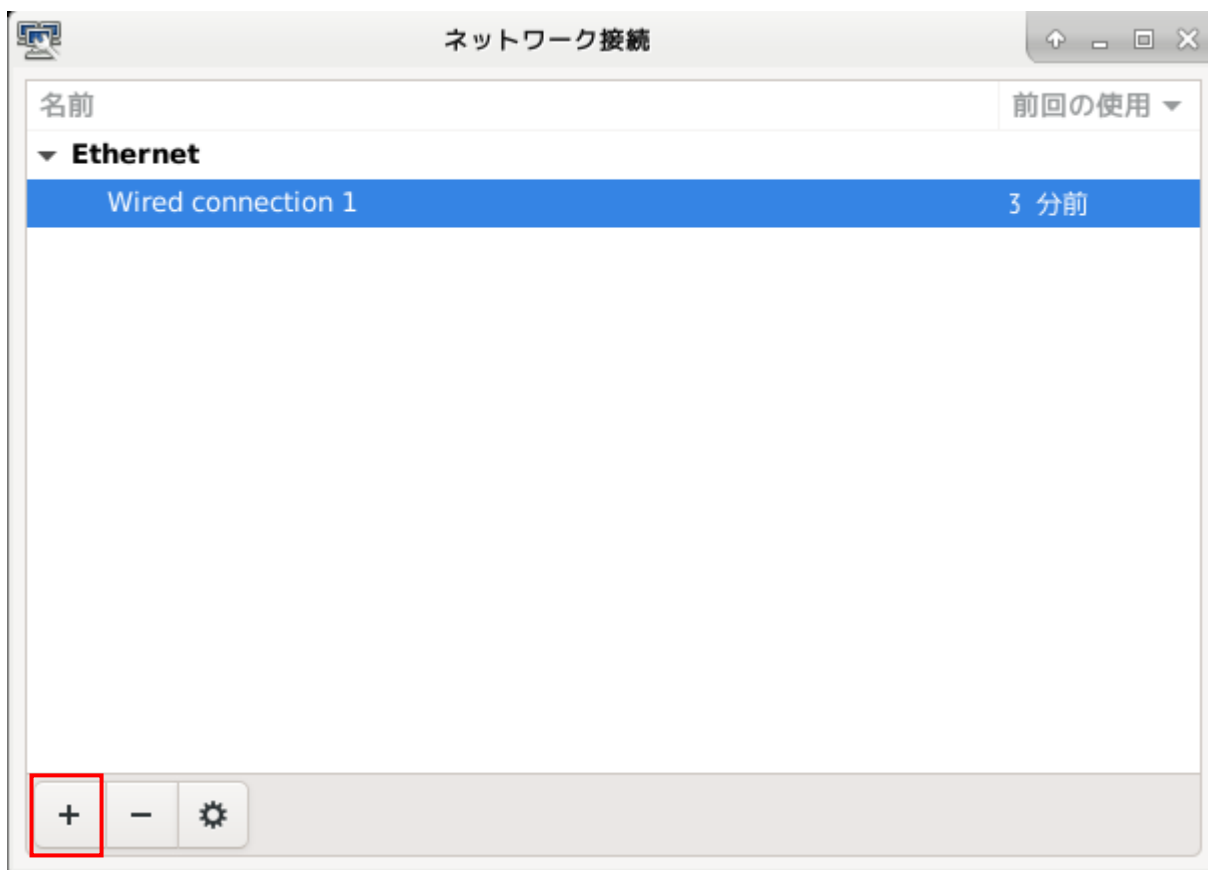

図 2-6-2. ネットワーク設定画面
- ④ 図 2-6-2 のようなネットワーク設定画面が起動します。